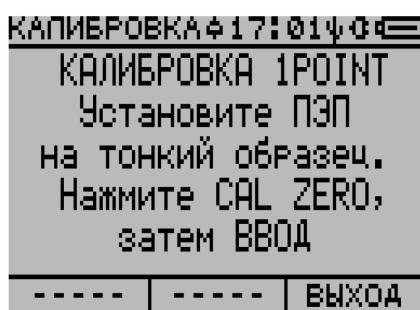

Рисунок 2.70
3) На экране дисплея появится следующее сообщение: «**КАЛИБРОВКА 1POINT. Установите ПЭП на тонкий образец. Нажмите CAL ZERO, затем ВВОД**» (рисунок 2.70), приблизительно через три секунды его сменит вид экрана режима высокоточной нулевой калибровки 1Point, представленный на рисунке 2.71.